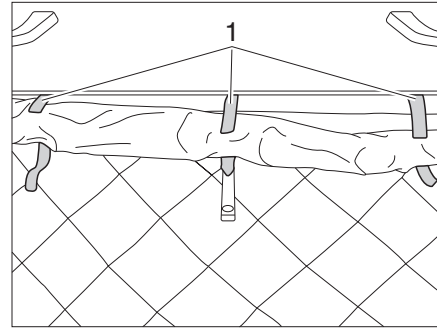

Bild 4 Klettverschlüsse öffnen
- Drei Klettverschlüsse (Bild 4,1) des Stoffbalgs öffnen.
- Stoffbalg im Bereich der Verriegelung sorgfältig aufrollen und mit drei Klettverschlüssen (Bild 4,1) fixieren.